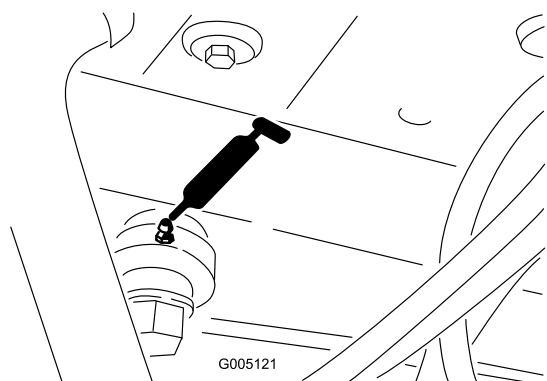

Figura 39
- Extremidade do cilindro da direção (Figura 39)